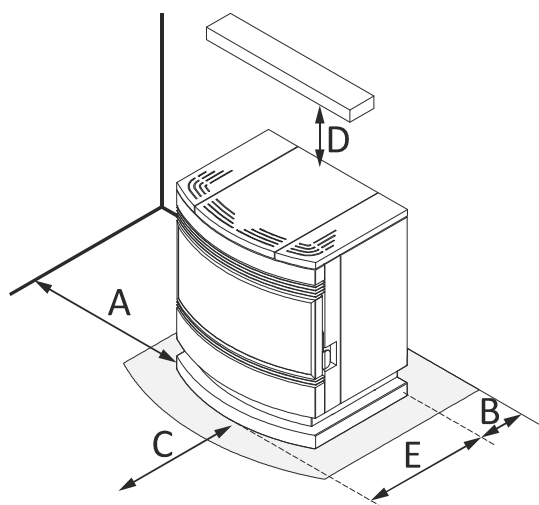

Figura 5
- 4.19.** Verifichi gli spazi tra la stufa, il combustibile e qualunque tipo di materiale infiammabile, controlli nella *figura 5 e 6*.